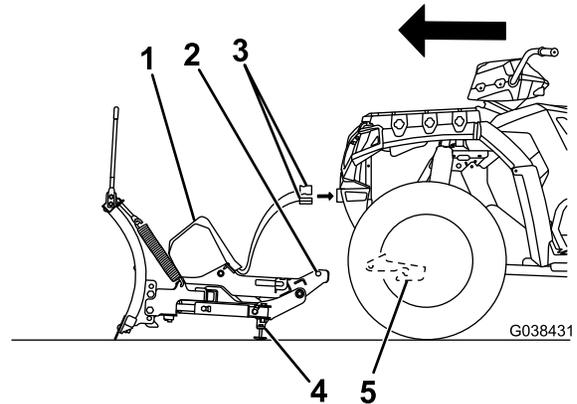

Bild 17
2. Fluchten Sie das Fahrzeug mit dem Schneeschild aus und fahren Sie vorwärts, bis der untere Stift die Stiftaufnahme der Druckstange berührt (**Bild 17**).
- Nehmen Sie den Staubdeckel des elektrischen Anschlusses ab und schließen den Kabelbaum des Schneeschilds am Fahrzeugkabelbaum an (Bild 17).